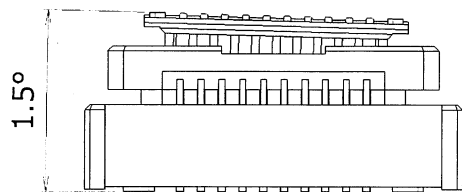
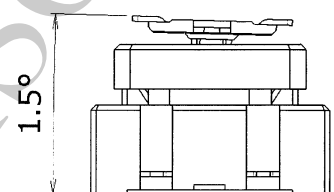

図 3/Fig.3
図 4/Fig.4
- ・ 嵌合時の許容角度は図 3～図 4 になりますので、記載角度以下で使用して下さい。
/Please mate below the angle of the figure 3,4.